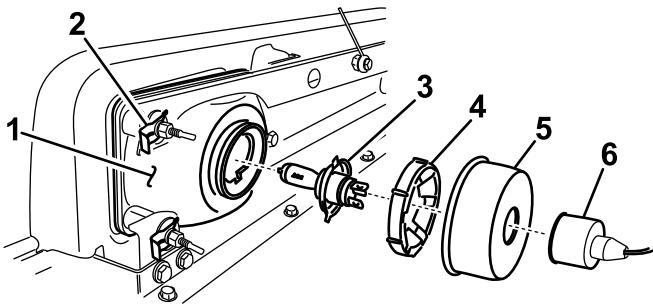

図 31
2. 保護用のゴム製ブーツを外す (図 31)。
2. ヘッドライト・アセンブリ全体を前に押出して、前バンパーから外す（図 31）。
3. 取り付け穴に新しいヘッドライトを取り付ける（図 31）。柱状の合いマーク突起がバンパー側の取り付けブラケットの穴にそろいうように取り付けること。